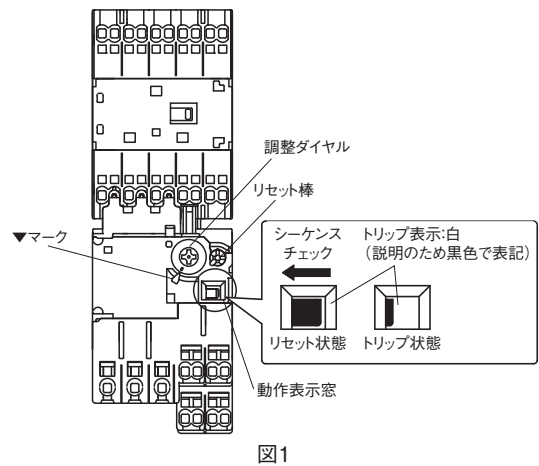

図1
(1)電流整定のしかた【図1】
(2)動作表示【図1】
(3)シーケンスチェック【図1】
(4)リセット方法【図1】